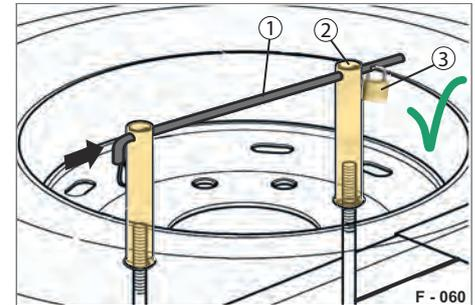

Abb. 82 Reserverad, gesichert
- ▶ Rohrmuttern (Abb. 82/2) auf die Hakenschauben schrauben.
- ▶ Rohrmuttern (Abb. 82/2) handfest andrehen.
- ▶ Rohrmutter mit dem Querstab (Abb. 82/1) als Hebel (mindestens 5 Umdrehungen) festziehen.
- ▶ Querstab (Abb. 82/1) durch beide Rohrmutter (Abb. 82/2) stecken.
- ▶ Vorhängeschloss (Abb. 82/3) anbringen. Das Reserverad ist gegen Herausfallen gesichert.